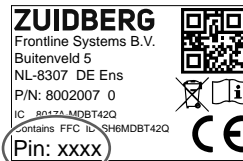

Figure 5
Définir la vitesse d'engagement ne nécessite pas une connexion Internet ou un compte. Un smartphone ou une tablette et le code PIN présent sur le contrôleur (voir la fig. 5) peuvent être utilisés pour se connecter au contrôleur via Bluetooth. Activez le contacteur d'allumage du tracteur. Une fois connecté, suivez les étapes ci-dessous :
- Étape 6 : saisissez le code PIN (voir la fig. 5).